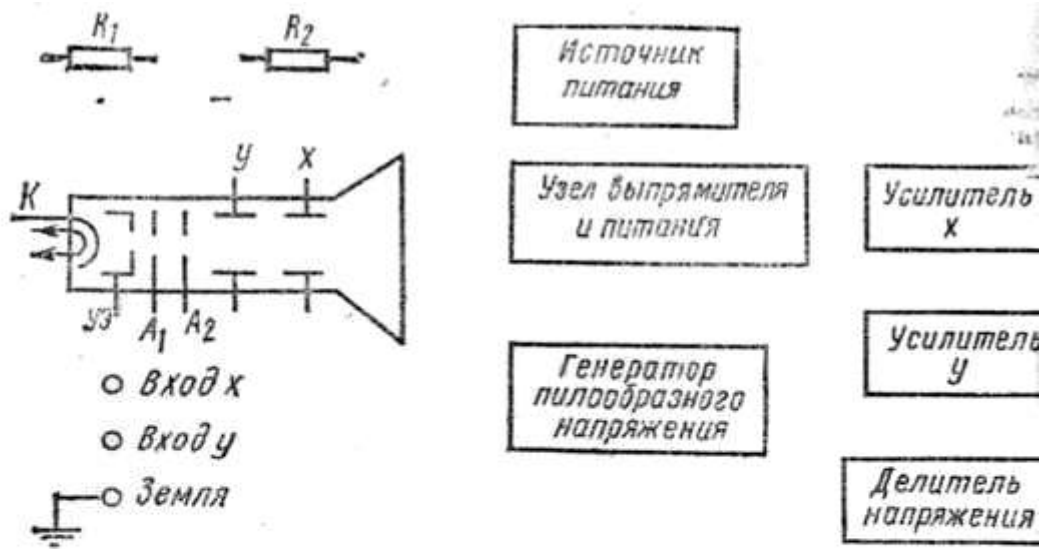

Рис. 110
**Задача 2 (вариант 11—20).** Составить структурную схему электронного осциллографа из элементов, указанных на рис. 110.